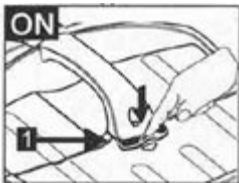

Fig. 9
Colocar la corredera (1) hacia abajo (Fig. 9).